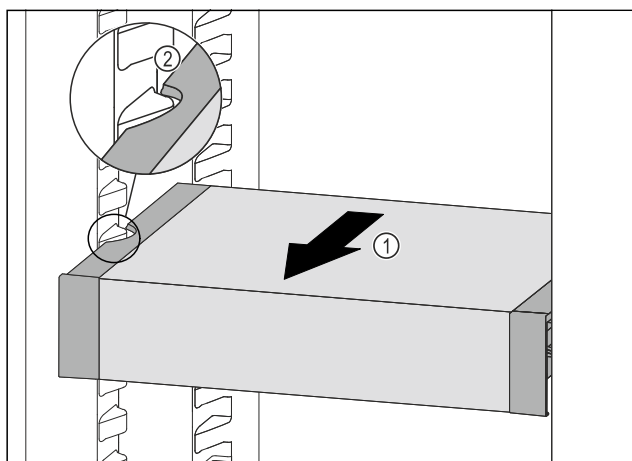

Fig. 99
- Tirer le VarioSafe vers l'avant Fig. 99 (1) jusqu'à ce que les encoches latérales du VarioSafe se trouvent au niveau de la nervure du bac dans la partie réfrigérateur. Fig. 99 (2)